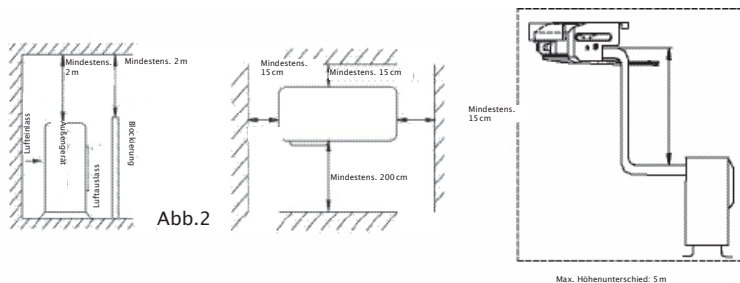

Abb.2
- Der Abstand muss, wie auf dem Bild 2 gezeigt eingehalten werden.